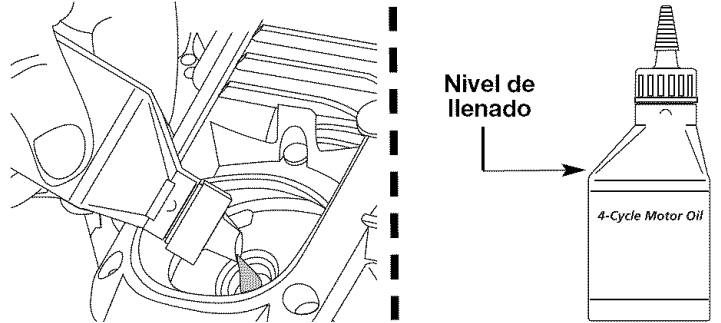

Fig. 23
6. Si el nivel está bajo, agregue una pequeña cantidad de aceite en el orificio de llenado de aceite y vuelva a medir (Fig. 23). Repita hasta que el nivel de aceite llegue hasta la parte superior de la varilla de medición.
- NOTA:** Use la botella y la boquilla que guardó del uso inicial para medir la cantidad correcta. El nivel de 90 ml (3,04 onzas) está aproximadamente en la parte superior de la etiqueta de la botella (Fig. 23). Mida el nivel con la varilla de medición. Si el nivel está bajo, agregue una pequeña cantidad de aceite y vuelva a medir (Fig. 23). No lo llene demasiado.